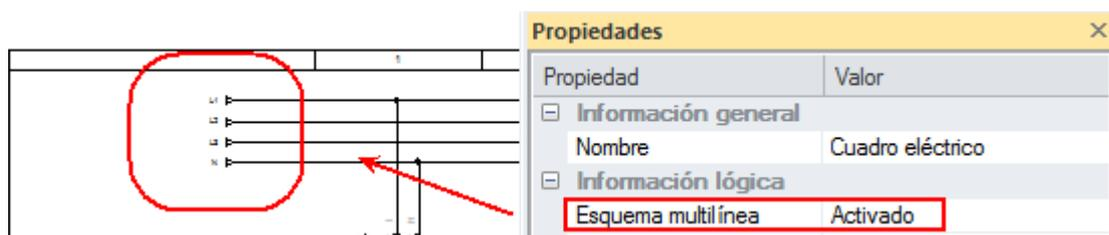

Fig. 27.
- En el panel de **Propiedades** panel, nodo *Información lógica*, asigna el atributo "Esquema multilínea" a **Activado** (Fig. 27).